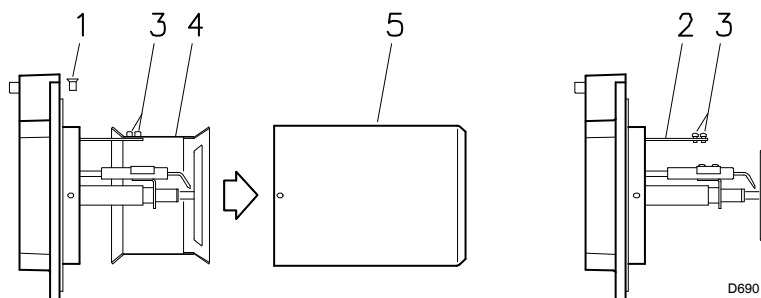

Fig. 8
5.5 Fissaggio del bruciatore alla caldaia (Fig. 8)
- Svitare le viti 1)(Fig. 8) e smontare il boccaglio 5)